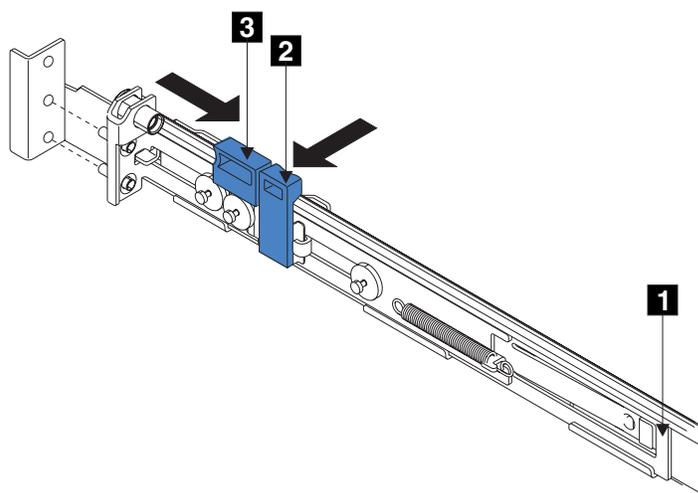

図 127. 後部のラッチ・ロック・キャリア・アセンブリーを開く
7. 後部レール・ブラケット **1** (図 127) を、停止するまでレールの前方向に押しします。これで、レールはその一番短い長さに調整されます。
14. 後部レール・ブラケット **1** (204 ページの図 127 を参照) をラックの後方向に押して、位置決めピンをラック・マウント・フランジの位置に合わせます。
15. ラッチ・ロック **2** (204 ページの図 127 を参照) を押してレールから離し、キャリアを解放します。ラッチ・ロック・キャリアがラックの後方向にスライドし、位置決めピンが、後部フランジの穴と後部レール・ブラケットの穴を通して突き出ます。